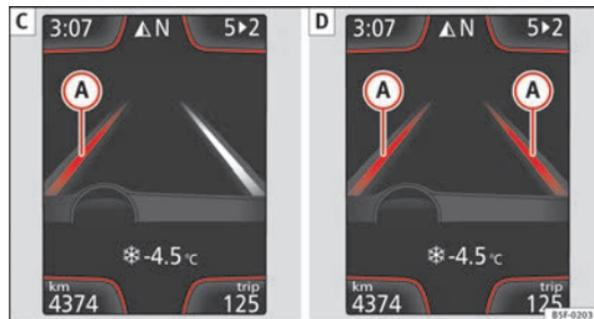

Fig. 142 Sur l'écran du tableau de bord : Indication sur l'écran de l'assistant de maintien de voie (exemple 2).
- Le système est en cours d'utilisation, la ligne en surbrillance **A** indique qu'il y avait un risque de dépasser la ligne de la voie involontairement et qu'il agit sur la direction pour corriger la trajectoire ⇒ fig. 142 **C**.
- Les deux lignes en surbrillance **A** s'allument en même temps quand nous reconnaissons les deux lignes de la voie et que nous avons activé la fonction de guidage au centre de la voie ⇒ fig. 142 **D**.